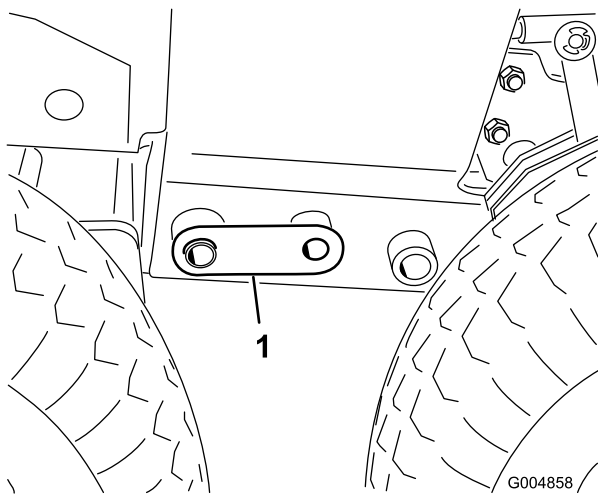

Figure 21
7. Placez le cric devant les trous de 25 mm (1 po) du cadre et insérez une goupille d'accouplement de chaque côté (Figure 21).